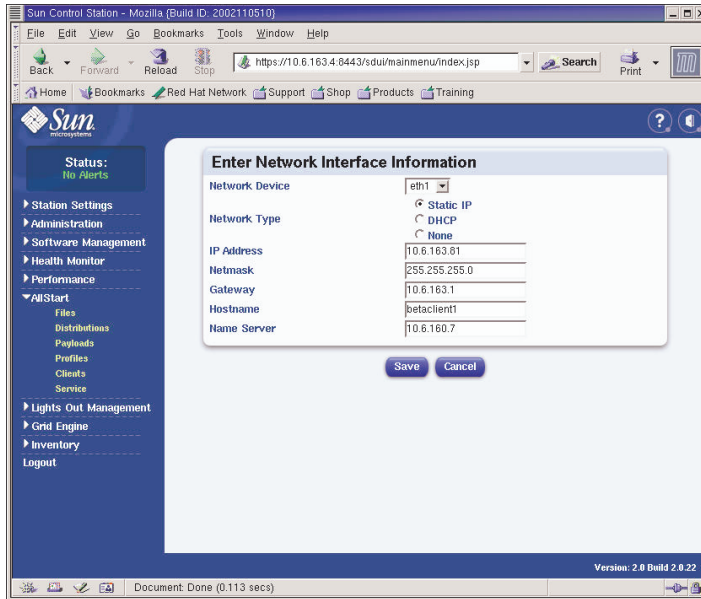

FIGURE 2-19 Fenêtre Enter Network Interface Information (AllStart Clients)
6. Dans la fenêtre Enter Network Interface Information, créez l'interface réseau en définissant les informations du nœud sur lequel vous voulez charger la charge utile (voir l'exemple FIGURE 2-19).